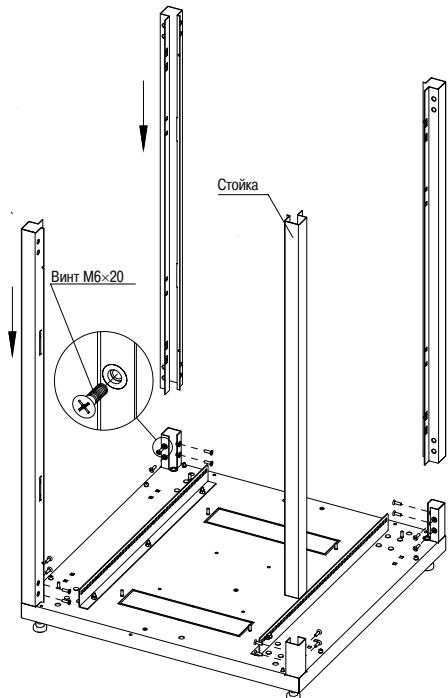

Рисунок 3 – Установка стоек
4.2.3 Извлеките из четвертого места стойки. Вставьте стойки в основание с опорами и закрепите винтами M6×20 с потайной головкой (рисунок 3).